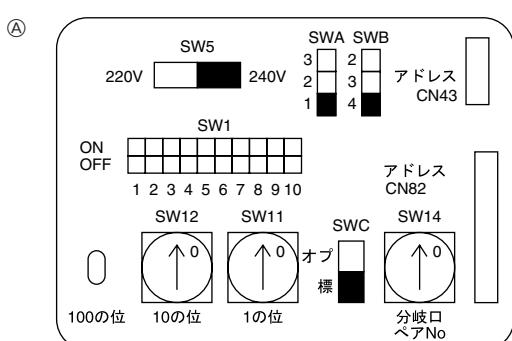

Fig. 4-4
4.3. Configuración de las direcciones (Fig. 4-4)